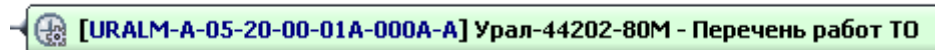

Рисунок 751
3) Введите название модуля данных (рисунок 751). Для этого: